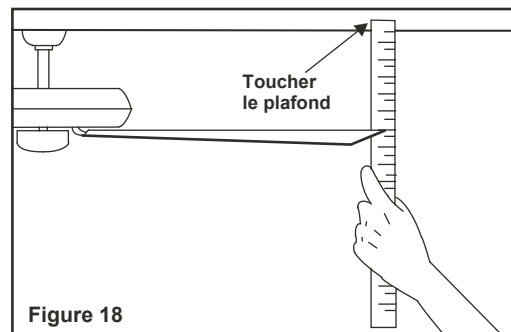

Figure 18
2. La plupart des problèmes d'oscillation des ventilateurs surviennent lorsque les pales ne sont pas toutes au même niveau. Vérifiez le niveau en choisissant un point au plafond qui soit aligné avec la pointe de l'une des pales. Mesurez la distance, comme illustré à la Fig. 18. Faites tourner le ventilateur jusqu'à ce que la prochaine pale soit placée correctement pour prendre la mesure. Répétez cette opération pour chacune des pales. Tout écart de distance doit demeurer à l'intérieur de 1/8 po.